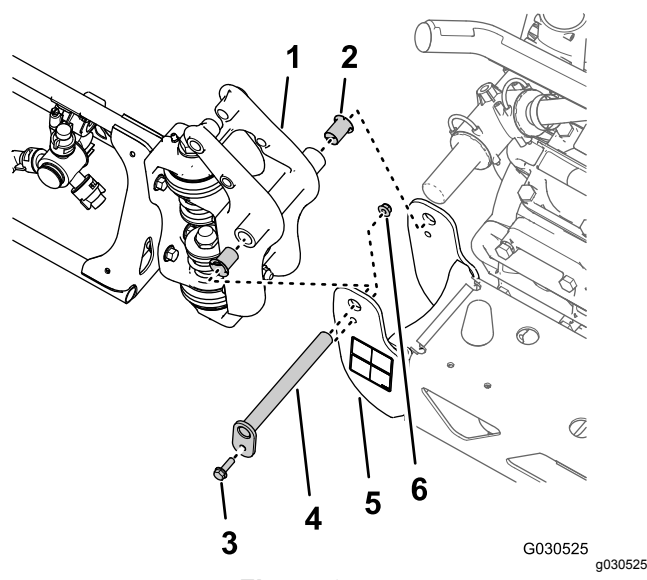

Figure 65
- Retirez le boulon à embase (5/16 x 1") et le contre-écrou à embase (5/16") qui fixent l'axe de pivot au support de pivot (Figure 65)
- Retirez l'axe de pivot du support de pivot de la section de rampe centrale et la fixation de pivot de la section de rampe extérieure (Figure 65).
- Séparez la section de rampe extérieure de la section de rampe centrale et déposez la section extérieure de la machine (Figure 65).
- Retirez les 2 bagues à embase en nylon de la fixation de pivot de la section de rampe extérieure (Figure 65).